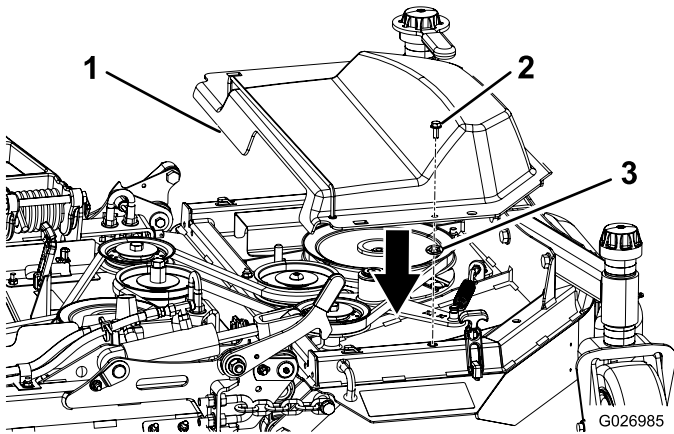

Figura 12
4. Instale un perno y una tuerca rápida en la cubierta de plástico derecha (Figura 12).